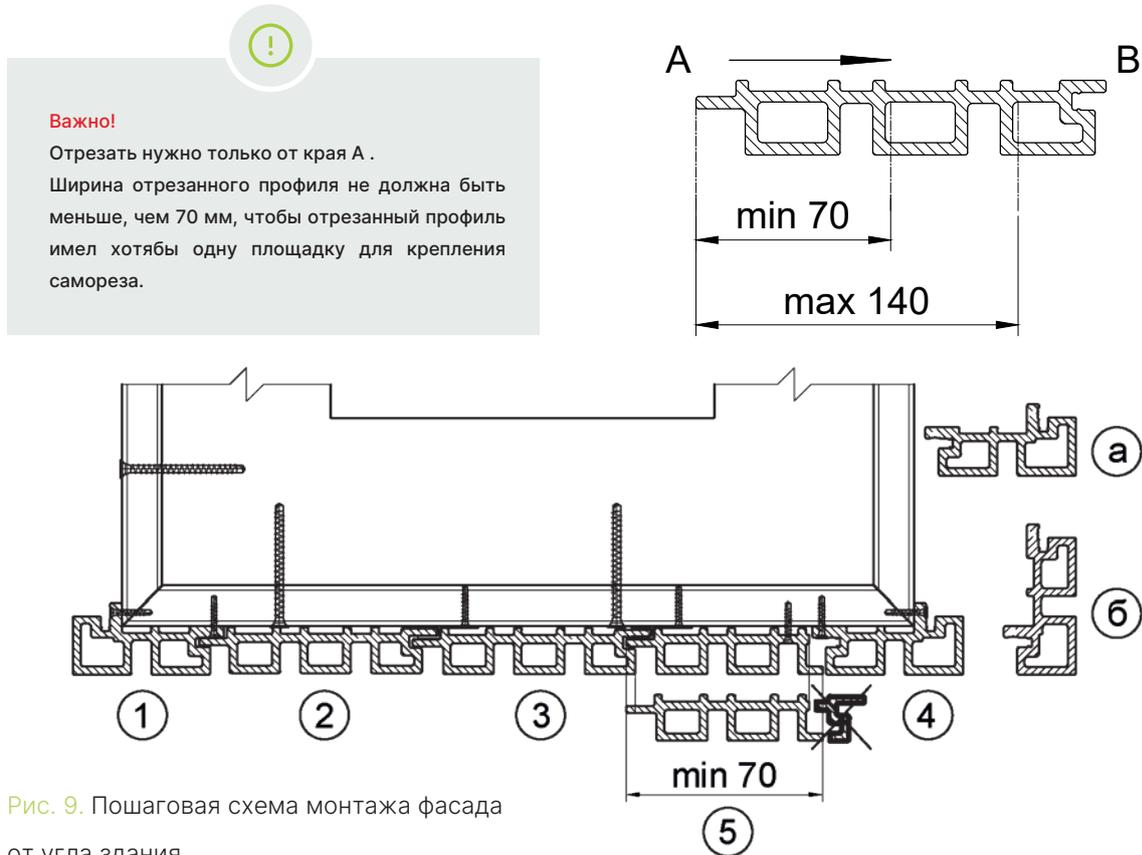

Рис. 9. Пошаговая схема монтажа фасада от угла здания
- ♦ Шаг 4: Закрепите профиль AC 20 на углу здания одним из возможных способов А или В (см. рис. 9).
При монтаже фасадного профиля на шаге (5), для того, чтобы выставить весь фасад в одной плоскости, закрепите обратной стороной дополнительную клипсу (В) на несущем профиле, закрепите профиль с помощью саморезов (см. рис. 9).